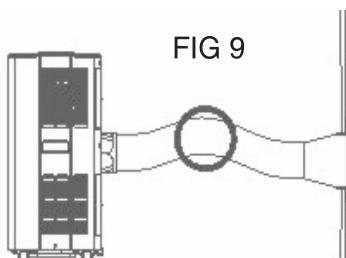

FIG 9
2. Vermeiden Sie Schleifen und Schlaufen im Abführungsschlauch, da diese weggetriebene feuchte Luft die Einheit zu Überhitzung und Abschluss bringt. FIG 9 und 10 zeigen die richtige Position